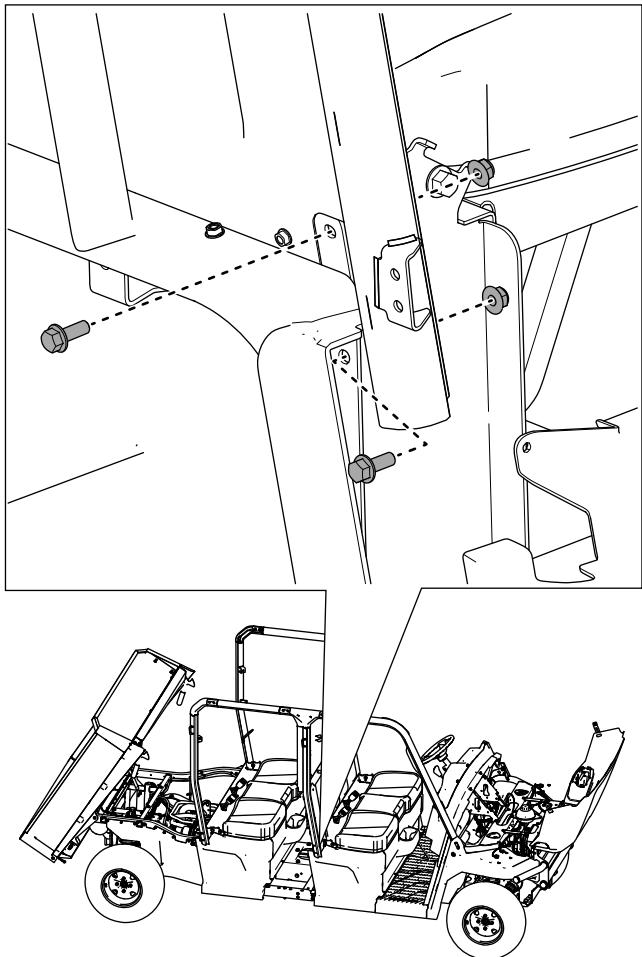

Figure 41
13. Fixez légèrement le bas de la barre centrale droite de l'arceau de sécurité à la base du siège à l'aide de 2 boulons à embase ($\frac{3}{8}$ " x 1") et de 2 contre-écrous ($\frac{3}{8}"), comme montré à la Figure 41.$